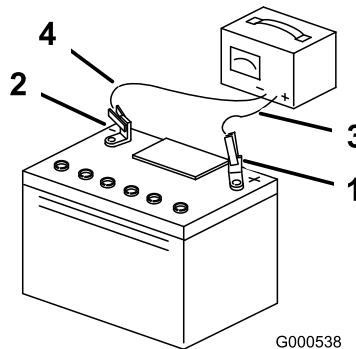

Figura 48
3. Quando a bateria estiver totalmente carregada, desligue o carregador da tomada eléctrica e em seguida desligue os cabos do carregador dos bornes da bateria (Figura 48).